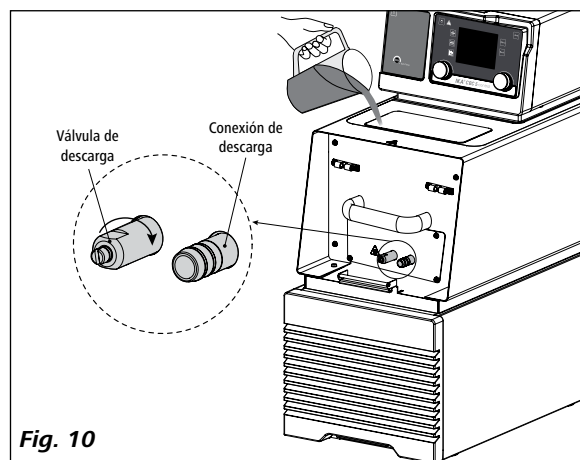

Fig. 10
- Asegúrese de que la válvula de descarga esté cerrada (Gire hacia la derecha hasta el tope; consulte la Fig. 10.).